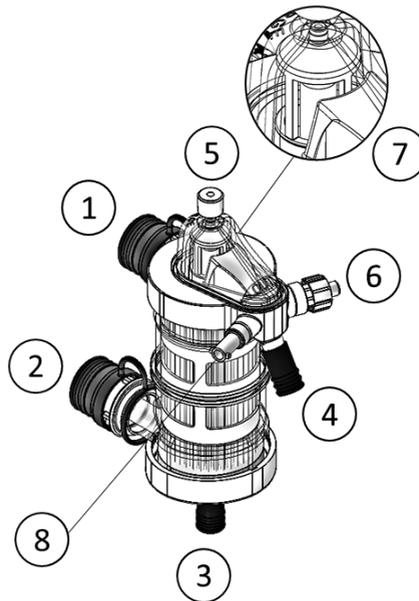

Fig. 1
Il dispositivo (Fig.1) è progettato per riscaldare/raffreddare la soluzione cardioplegica, durante la circolazione extracorporea. Il dispositivo è dotato di filtro cattura bolle integrato (ref.7 Fig.1). Il dispositivo è disponibile nelle versioni riportate in Tabella 1 – sezione D.